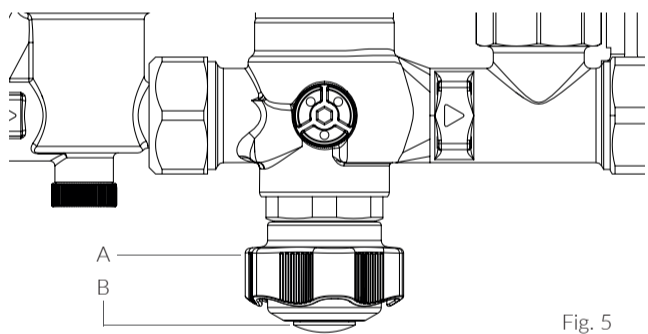

Fig. 5
Die Wartung des Rückflussverhinderes erfolgt 1x jährlich. Der Rückflussverhinderer (RV) befindet sich im Gehäuse oberhalb des Griffs. Um den RV zu prüfen, drehen Sie den Griff (A) im Uhrzeigersinn bis zum Anschlag [Abb. 5] und anschließend wieder 2 Umdrehungen zurück.
Entfernen Sie den Stopfen (B) aus dem Griff [Abb. 5].